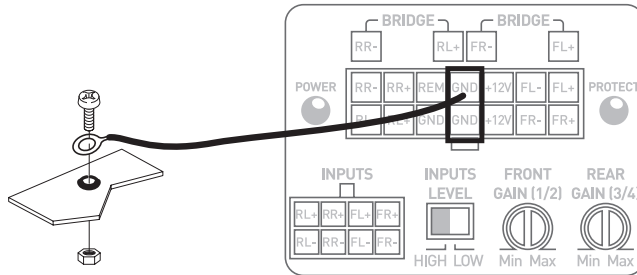

Abb. 2
- 10 - Bereiten Sie die Erdung des Gestells vor, indem Sie jede Farbspur auf der Metalloberfläche abkratzen, um eine gute Erdung sicherzustellen. Die Erdungsanschlüsse müssen so kurz wie möglich sein und IMMER an geschweißtes Metall an der Karosserie oder am Gestell des Fahrzeugs angeschlossen werden (**Abb. 2**). Der allgemein gewählte Erdungspunkt ist derjenige, der die Verbindung zwischen dem Minuspol der Batterie und dem Gestell des Fahrzeugs sicherstellt.
**3.3.2** – Nehmen Sie das negative (-) Stromkabel. Dieses Kabel muss so kurz wie möglich sein und sollte idealerweise 1 Meter nicht überschreiten, um eine perfekte Verbindung zwischen dem Verstärker und dem Fahrzeuggestell sicherzustellen. Das Kabel und sein Querschnitt müssen der in 3.1 genannten Tabelle entsprechen. Finden Sie einen geeigneten Erdungspunkt und schleifen Sie ihn dann ab, um jede Spur von Farbe oder anderem Lack zu entfernen und so die Kontaktqualität zu optimieren. Durchbohren Sie das zuvor geschliffene Blech im Durchmesser, der der gewählten Schraube entspricht, und vergewissern Sie sich, dass kein Durchlauf von Tankkabeln oder einem anderen empfindlichen Element des Fahrzeugs in der Nähe ist. Schweißen und isolieren Sie (mit dem Schumpfschlauch) das Erdungskabel am mitgelieferten Kabelausgang zu Ihrem Verstärker IMPULSE 4.320 (Abb. 2).